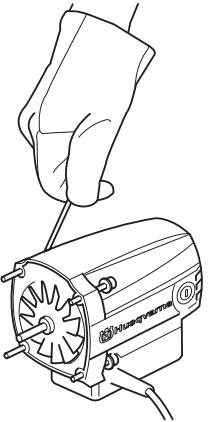

Fig. 14
2. Svitare le 4 viti di fissaggio (fig. 14) fra motore e cambio. Scollegare il cavo di massa dal coperchio del cambio (solo versione a 230 V).
6. Assemblare il motore e il cambio nei rispettivi fori. (Fig. 14).
2. Die vier Schrauben (Abb. 14) lösen, mit denen Motor und Getriebe befestigt sind. Das Massekabel vom Getriebedeckel lösen (nur bei 230 V.)
6. Motorteil zusammenbauen und am Getriebeteil in den entsprechenden Löchern anbringen. (Abb. 14).
2. Dévisser les quatre vis (Fig. 14) qui maintiennent ensemble le moteur et la boîte de vitesses. Détacher le câble de terre du couvercle de la boîte de vitesses (concerne uniquement 230 V.)
2. Schroef de vier bouten (Fig. 14) los waarmee motor en overbrenging aan elkaar zitten. Maak de aardekabel los van de kap van de overbrenging (alleen 230 V.).
6. Zet het motorgedeelte en de overbrenging op elkaar met de desbetreffende gaten. (Fig. 14).
6. Monter la partie motrice et la partie boîte de vitesses dans leurs emplacements respectifs. (Fig. 14).